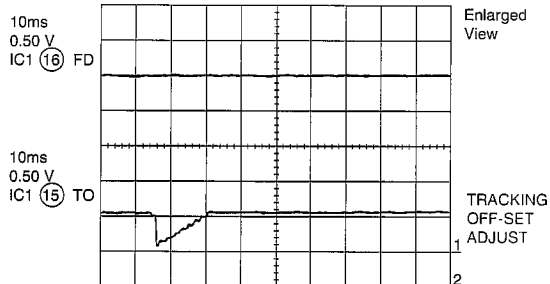

Figure 23-3
2. Tracking offset (Fig. 23-3)
2. Abtastabweichung (Abb.23-3)
2. décalage d'alignement (Fig. 23-3)